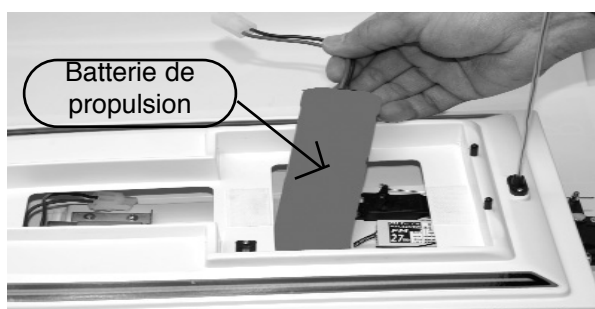

Figure 3
- Le pack d'accus est maintenu par des bandes velcro. Pousser fermement sur les scratch pour assurer une fixation fiable (Figure 3).
- Hold the propulsion battery in place with hook materials. Push firmly on the "scratch loop" to ensure a safe fixation. (figure 3).